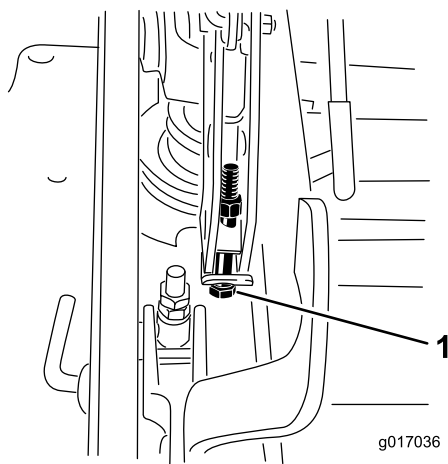

Figura 92
12. Si la carcasa está demasiado baja, apriete el perno del ajuste de un solo punto girándolo en sentido horario. Si la carcasa está demasiado alta, afloje el perno del ajuste de un solo punto girándolo en sentido antihorario (Figura 92).